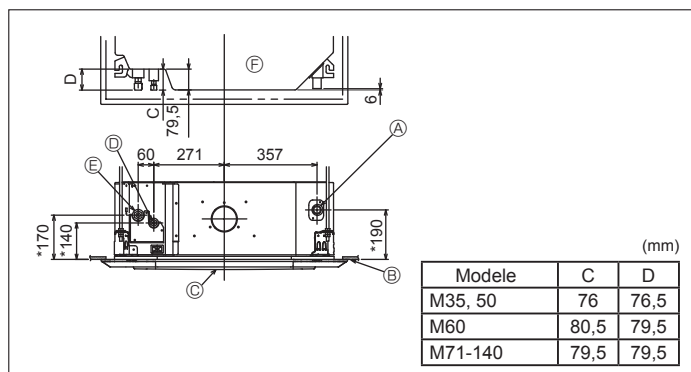

Fig. 3-3
3.3. Położenie rur czynnika chłodniczego i spustowej w jednostce wewnętrznej (Fig. 3-3)